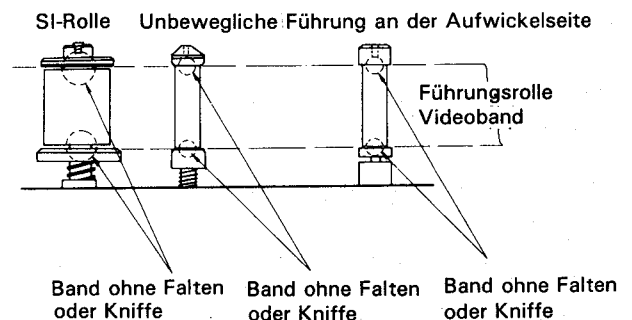

Abbildung 21
Überprüfen Sie, ob der Rand des Videobandes während des Bandtransports nicht eingefaltet oder geknittert ist, wie in Abbildung 21 gezeigt.
2. Nach vollständiger Einstellung immer auch den Bandtransport einstellen sowie die Führungsrollen T und S justieren, bevor Sie die Überprüfungen in Abbildung 21 vornehmen.
4. Ein grobes Einstellband abspielen und die Höhe der Führungsrollen mit einem gewöhnlichen Schraubenzieher (einem Schraubenzieher für die Höheneinstellung der Führungsrollen) grob einstellen. Den unteren Rand des Bandes mit der Führung des Kopfes ausrichten (siehe Abbildung 21). Auch nachprüfen, ob sich das Band nicht an den Flanschen der T.S.-Führungsrollen einrollt.
5. Ein gewöhnliches Band abspielen und die Höhe der Führungsrollen fein einstellen, sodaß die Hüllkurve flach ist und nicht übermäßig ungünstig beeinflußt wird, auch wenn die Spurlagenreglerknöpfe gedreht werden (siehe Abbildung 21.) Außerdem den Schaltpunkt auf  $6,5H \pm 0,5H$  einstellen.